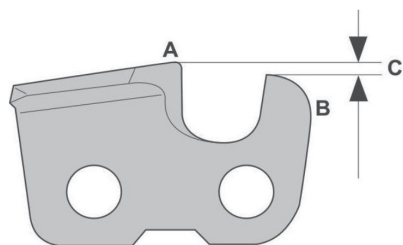

Рис. 17
При начале эксплуатации новой пильной цепи, 6-8 заточек могут быть только режущих зубьев, круглым напильником. Затем верхняя точка режущего зуба (A) (рис. 17) снижается, производительность пиления падает и для исправления ситуации необходимо снизить высоту ограничителя глубины резания (B) для восстановления рекомендованного значения глубины резания (C).